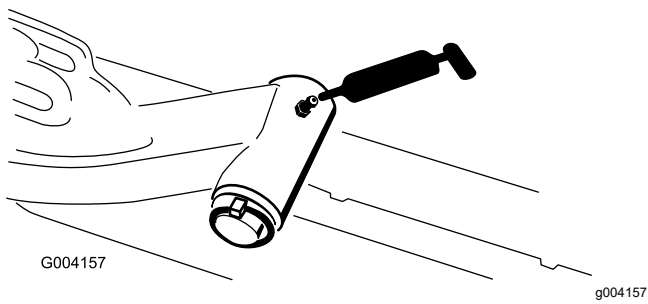

Figure 110
- Axe de pivot des bras de levage (x 1) (Figure 110)